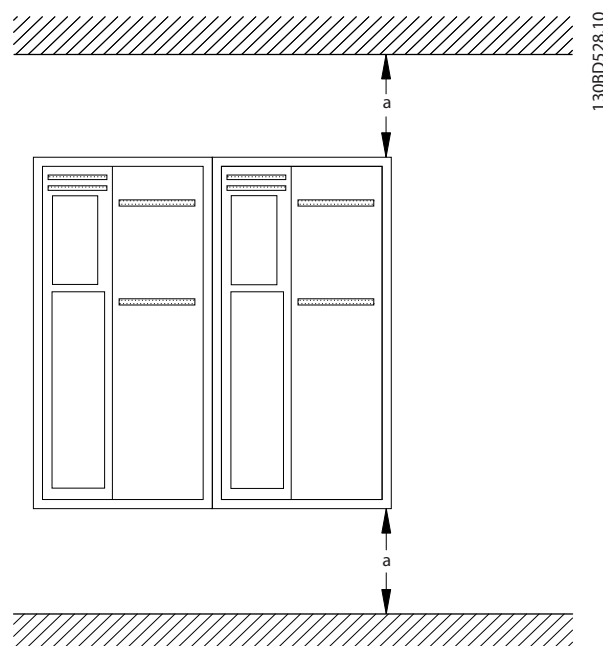

图 3.2 顶部和底部冷却间隙
- 确保在顶部和底部留出空气冷却间隙。有关间隙要求，请参见图 3.2。